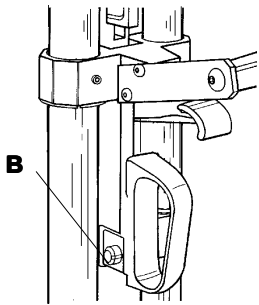

Figure 19
6. To break out the plastic, first hold the **SHORT THUMB LEVER** down and depress the **DETENT (B)** in **Figure 19**. While pushing the **DETENT**, release the **SHORT THUMB LEVER**. This will leave the **DETENT** automatically depressed and the cutting tool will be pivoted away from the plastic.
6. Zum Ausbrechen des Plastiks drücken Sie zuerst den **kurzen Hebel** nieder und drücken auf die **Arretierung, (B)** in **Abbildung 19**. Halten Sie die **Arretierung** gedrückt und geben Sie den **kurzen Hebel** frei. Jetzt bleibt **Arretierung** niedergedrückt und das Schneidewerkzeug wird von der Plastikscheibe weggedreht.
6. Pour découper le plastique, appuyez sans relâcher sur le **LEVIER DE TAQUET COURT** et appuyez sur le **POSITIONNEUR (B)** illustré sur la **Figure 19**. Ceci laissera le **POSITIONNEUR** automatiquement en position appuyée et l'outil de coupe pivotera loin du plastique.